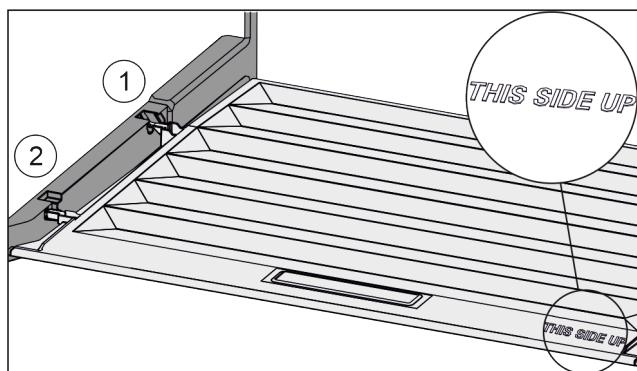

Fig. 125
- Вставить поперечные ребра крышки через отверстие заднего держателя Fig. 125 (1) и защелкнуть спереди в держателе Fig. 125 (2).